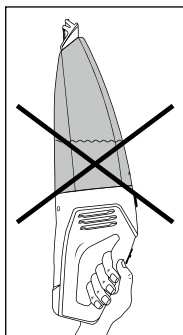

Fig. 4
- ▶ Si vous portez l'appareil à l'horizontale ou avec l'embout pour aspiration de liquides **1** pointant vers le haut, une fuite de liquide peut se produire (voir fig.4 et 5):